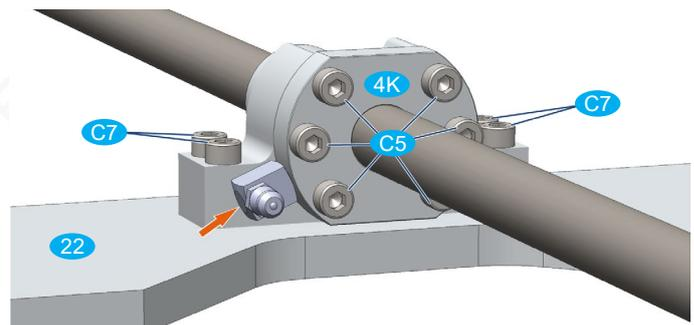

Bild 23: Montage Flanschbock
- Befestigungsschrauben **C5** Kugelumlaufmutter am Flanschbock X festziehen (siehe Bild 23). Anzugsmoment: 6 Nm
- Befestigungsschrauben **C7** des Flanschbock X am Portalunterzug vorsichtig festziehen (siehe Bild 23).